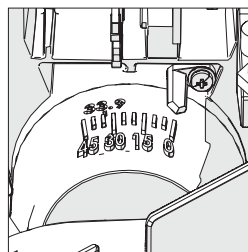

Fig. 21
- Incline la cabeza de corte en el ángulo requerido. Se proporciona una escala de ángulos como ayuda para el ajuste (**Fig. 21**).